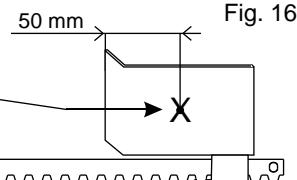
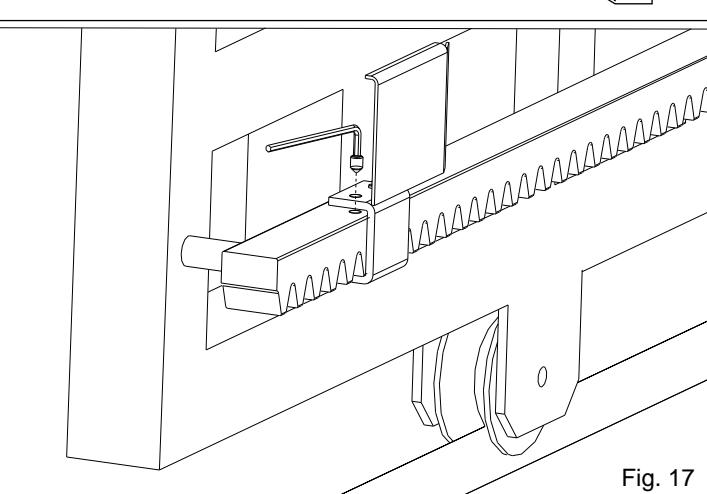

Fig. 16
Fig. 17
- Posicionar la plaquita sobre la cremallera en modo de tener el final de carrera (palanquita en caso de final de carrera mecanico (Fig. 14); flechitas de indicacion puestas y en caso de final de carrera inductivo (Fig. 15)) en correspondencia con el punto X que se encuentra a 50 mm del lado doblado de la plaquita (fig. 16) y fijarla con los tornillos en dotacion (Fig. 17).
- Posicionar la plaquita en la cremallera en modo de tener el final de carrera en correspondencia del punto X que se encuentra a 50 mm del lado doblado de la plaquita (fig. 16) y fijarla con los tornillos en dotacion (Fig. 17).